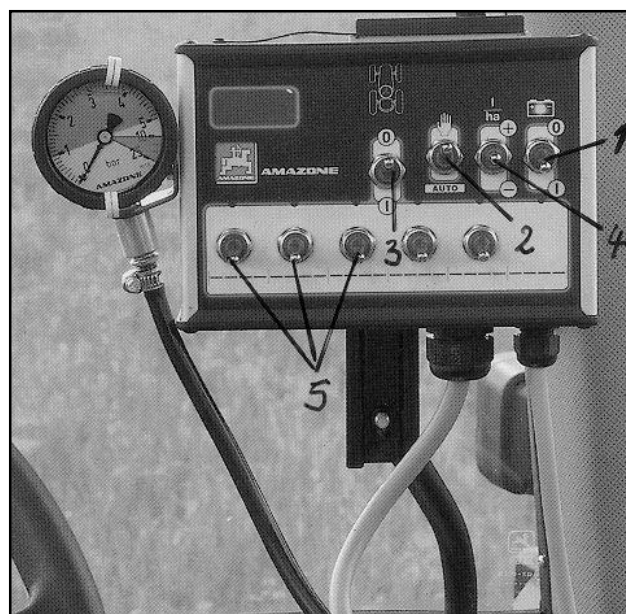

Fig. 6.8
- Betjeningspanelets tænd-/slukkontakt (fig. 6.8/1) sættes i position „I“. Rødt kontrolllys lyser på betjeningspanelet, og den er klar til drift.
- Programkontakten (fig. 6.8/2) sættes i position „Håndbetjent“.
- Kontakten (fig. 6.8/3) for den centrale til- og frakobling af sprøjtebommen sættes i position „I“. Tryk-udligningsarmaturets delbreddeventiler (fig. 6.3/3) åbnes og der strømmer vand ud af dyserne.
- Sprøjtetrykket indstilles på 4 bar på ± tasterne (fig. 6.8/4). Det indstillede sprøjtetryk aflæses på sprøjtetrykmåleren.
- Efter at have udført indstillingen, lukkes alle delbredder på kontakten (fig. 6.8/3). Det viste tryk skal også nu være nøjagtigt 4 bar. Hvis dette ikke er tilfældet, skal indstillingen gentages.